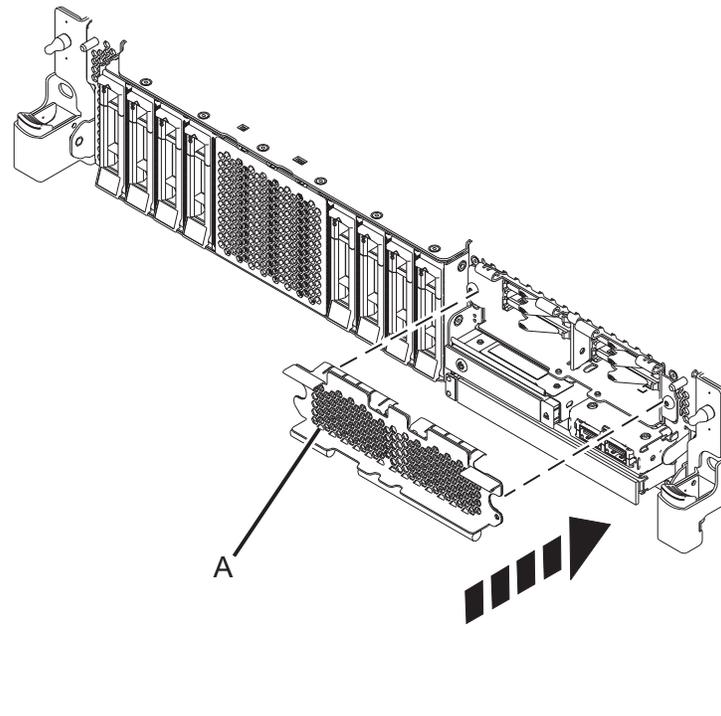

Abbildung 27. SSD-Gehäuse in einem System mit erweiterten Funktionen abdecken
5. Decken Sie das SSD-Gehäuse ggf. mit der perforierten Platte (A) ab, wie in Abb. 27 dargestellt.